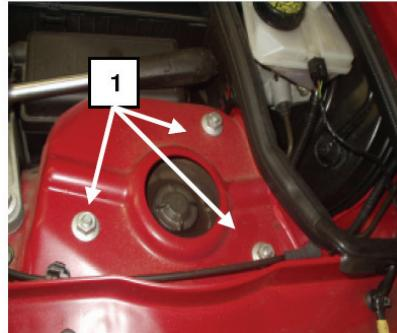

Fig. 5:
- Dommuttern (Fig. 5/1) entfernen, dabei Federbein im Radhaus gegen Herunterfallen sichern.
- Remove suspension dome nuts (Fig. 5/1). To do so, secure suspension strut in the wheel arch to prevent it from falling.
- Démonter les écrous de la coupole de suspension (Fig. 5/1) tout en assurant la jambe de force dans le passage de roue contre la chute.
- Desmontar las tuercas de la cúpula de suspensión (Fig. 5/1); para ello, asegurar la columna de suspensión en el alojamiento de la rueda contra la caída. Retirar la columna de suspensión de la caja de rueda.